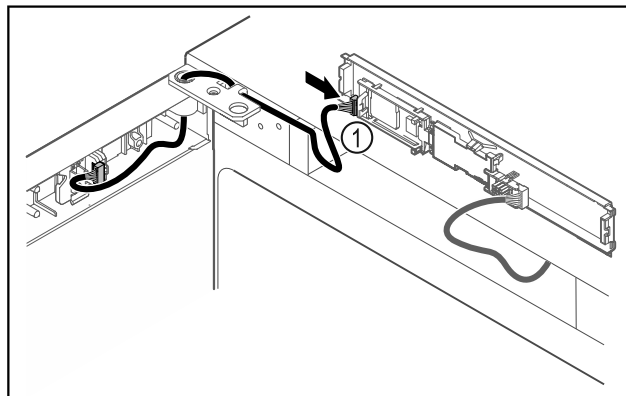

Fig. 43
- Dugja be a dugót Fig. 43 (1) a NYÁK-on.